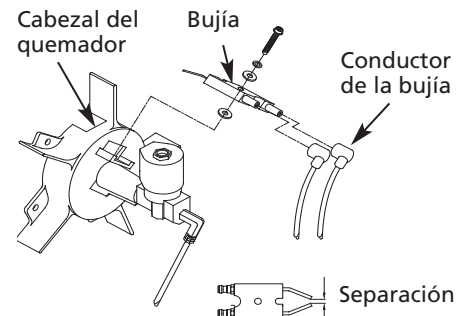

Figura 13 – Bujía
- Desconecte el conductor de la bujía de la bujía (consulte la Figura 13).